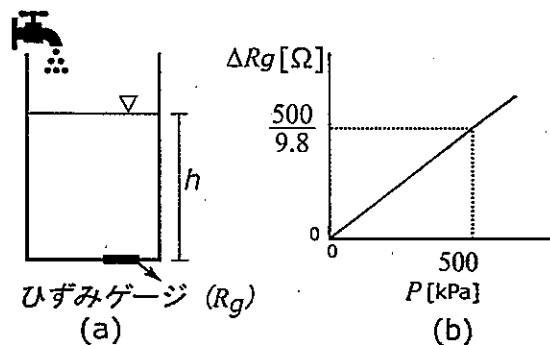
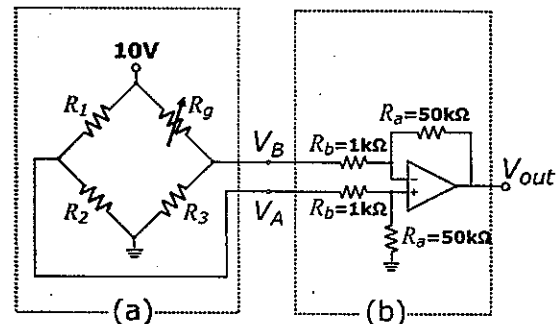

図1 水位測定システム
図2 システムの回路
上部が開放されたステンレス製の貯水槽の底にひずみゲージを配置して、流入する水(密度 $\rho = 1000[\text{kg/m}^3]$)の水位 $h[\text{m}]$ を測定する(図1(a))。貯水槽に水が流入することで、その底部の圧力 $P[\text{kPa}]$ が増加し、それに伴ってひずみゲージの抵抗 $R_g = R_0 + \Delta R_g[\Omega]$ も増大する。抵抗 R_0 は、底部の圧力 $P = 0[\text{kPa}]$ のときのひずみゲージの抵抗である($\Delta R_g = 0[\Omega]$, $R_g = R_0[\Omega]$)。底部の圧力 $P = 500[\text{kPa}]$ のときの ΔR_g は $500/9.8[\Omega]$ ($R_g = R_0 + 500/9.8[\Omega]$) である(図1(b))。この抵抗の変化を、図2の回路を用いることで電圧出力 $V_{out}[\text{V}]$ に変換し、 $h[\text{m}]$ を計測、記録することを試みた。次の問いに答えよ。
- 問1 図2(a)の回路について、 $R_1 = R_2 = R_3 = R_g$ のときの本図(b)の回路への入力電圧 $V_{in} = V_A - V_B[\text{V}]$ を求めよ。また、 R_g の増加に伴う V_{in} の増減について説明せよ。
- 問2 図2(b)の回路の使用目的と使用理由を説明せよ。